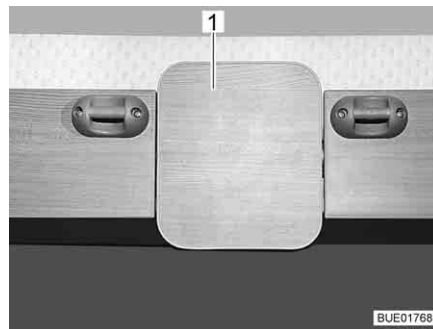
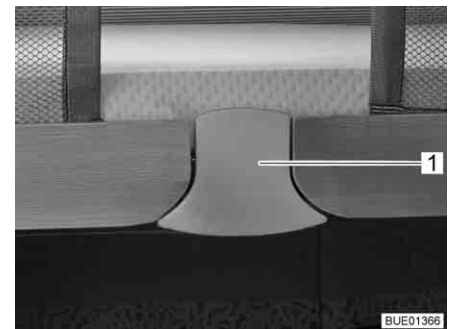

Fig. 77 Dispositivo de desbloqueo (Premio Plus)
Fig. 78 Dispositivo de desbloqueo (Averso Plus)
- Extraer la parte inferior de la superficie de desbloqueo (Fig. 77,1 ó Fig. 78,1). Se ha soltado el bloqueo.